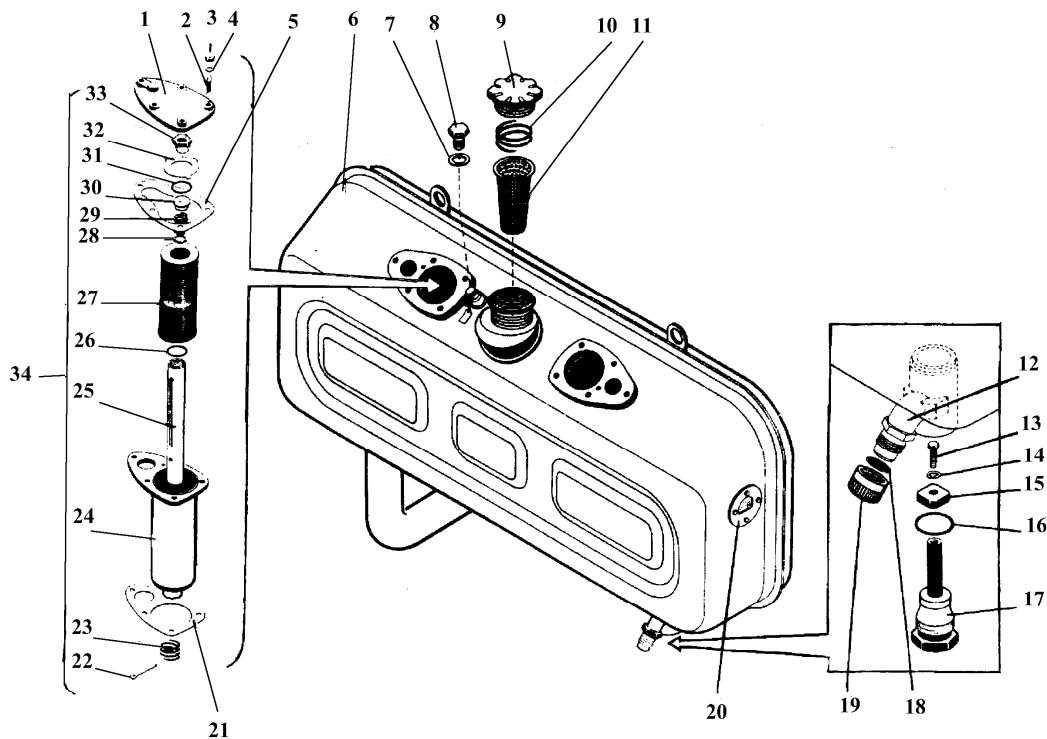

Рис. 74 Гидробак
Уровень масла в гидробаке проверяйте по смотровому окну 20 (рис. 74), масло должно быть видно в смотровом окне. Чистое и хорошо профильтрованное масло заливайте через фильтр заливной горловины 11. При проверке уровня масла в гидробаке убедитесь в отсутствии пенообразования.
- а) Отверните гайки крепления 3 (см. рис. 74) и снимите крышку 1.
- а) демонтируйте шланг низкого давления, слив рабочую жидкость из трубопроводов гидросистемы, для чего предварительно выверните пробку 8 (см. рис. 74) ;
- а) заверните до отказа и законтритите проволокой пробку 8 (см. рис. 74) заборной трубы;